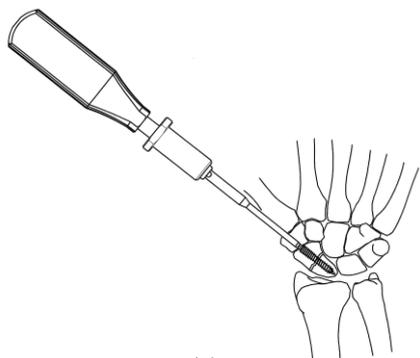

図6
- スクリューの挿入には、グリップハンドルを接続した六角 2.0 中空パワーピンドライバーを使用することもできます。(図6)